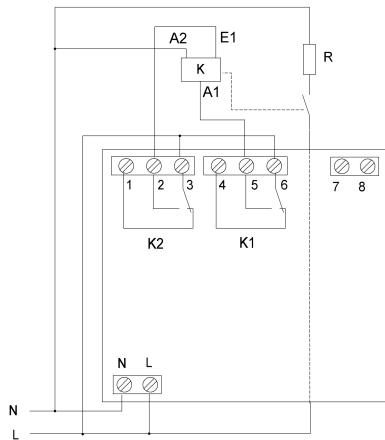

Рис.3 Схема включения с контактором с электромагнитной защелкой.
3.3 Режим работы с контакторами с электромагнитной защелкой (двухобмоточными контакторами). Реле K1 выдает импульс "START" на включение нагрузки, реле K2 импульс "STOP" на выключение (рис.3,4). Длительность импульса 5 сек. В этом режиме нет потребления мощности контактором от сети питания. На катушки подаются только кратковременные импульсы управления. Срок службы контактора ограничен только износостойкостью его контактов.